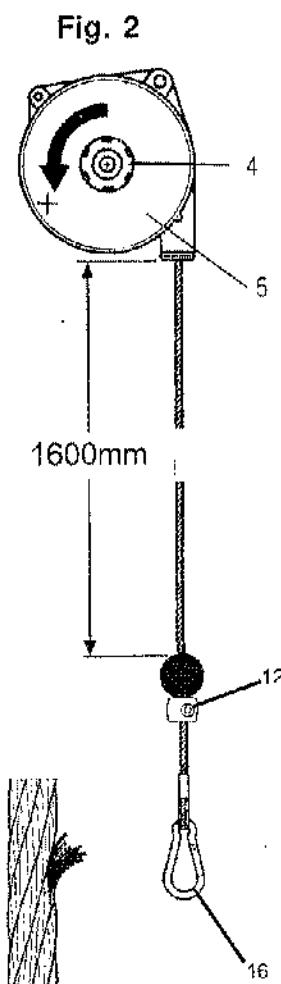
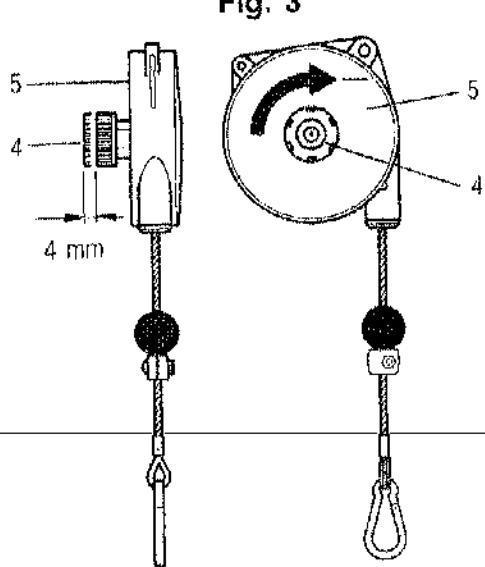

Fig. 2
Fig. 3
Para equilibrar cargas mayores dentro de la capacidad de carga permitida, gire el pomo (4) (Fig.2) (en sentido levógiro, identificado por el símbolo "+"; la regulación no es continua, sino a saltos), después de cada salto el pomo (4) debe volver a ponerse en contacto con la placa (5) (Fig.2). Para equilibrar cargas más ligeras extraiga el pomo (4) y, manteniéndolo bien apretado, gírelo tal como se ilustra en la (Fig.3) después de cada salto el pomo debe volver a ponerse en contacto con la placa (5) (Fig.3).
La carga a equilibrar se deberá colgar al mosquetón (16) (Fig.2). Verifique que, después de la aplicación de la carga, el mosquetón quede bien cerrado.
Si es necesario, desplace y fije la abrazadera (12) (Fig.2) para limitar el recorrido hacia arriba.
**! No desganche la carga si la abrazadera (12) (Fig.2) no está apoyada a la grapa del cable (POSICIÓN VISIBLE EN FIG.2)**